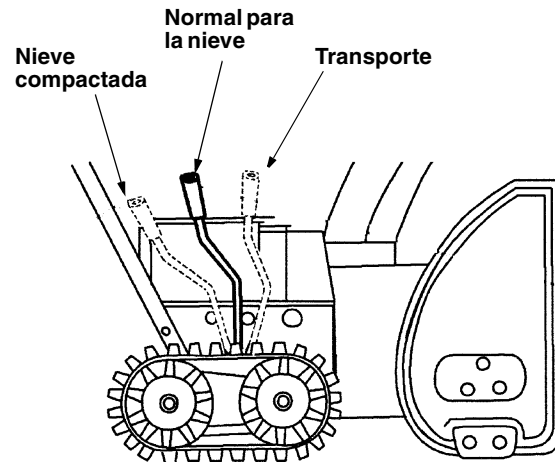

Figura 17
- Para inspeccionar el ajuste del control del propulsor de tracción y de la palanca de cambios, mueva la palanca de transferencia de peso a la posición de transporte (mostrado en la Figura 17) y la palanca de cambios todo el recorrido hasta la sexta (6) posición.
- Retorne la palanca de transferencia de peso (mostrada en la Figura 17) a su posición normal antes de ajustar las zapatas deslizantes.
La palanca de transferencia de peso está ubicada a la derecha del expulsor de nieve y se usa para seleccionar la posición del armazón y el método de operación de la oruga. Vea la Figura 17. Mueva la palanca hacia la derecha, y a continuación avance o retroceda a una de las tres posiciones.